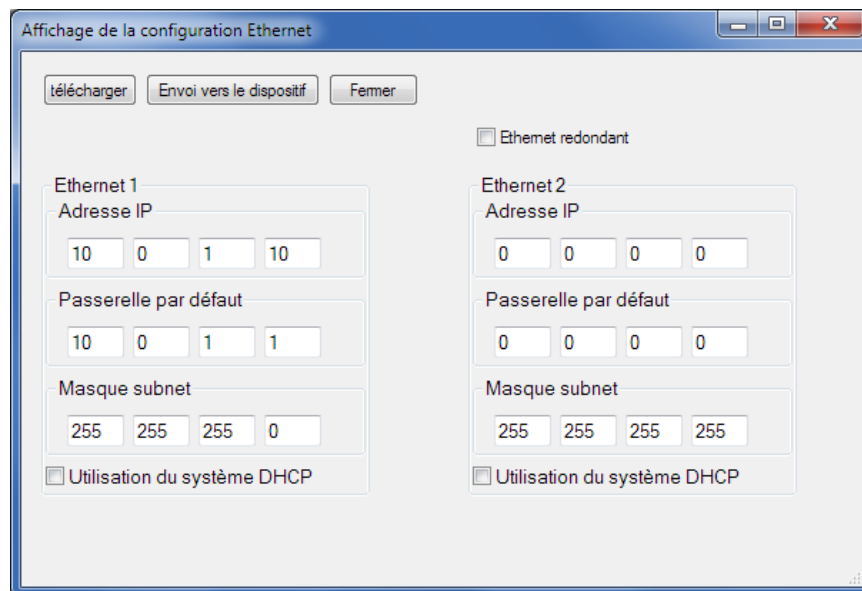
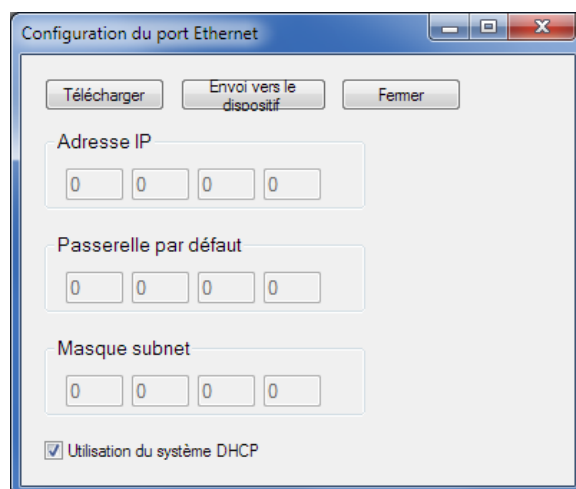

Figure 5-6. Configuration de port Ethernet en cuivre double
Figure 5-7. Configuration de port Ethernet à fibre optique
3. L'écran Configurer le port Ethernet apparaît. Les paramètres de cet écran diffèrent en fonction du type de port Ethernet du DGC-2020HD connecté. Figure 5-6 illustre les paramètres fournis pour les ports Ethernet en cuivre doubles (type xxxxDxxxx). Figure 5-7 illustre les paramètres d'un port d'Ethernet à fibre optique (type xxxxFxxxx).